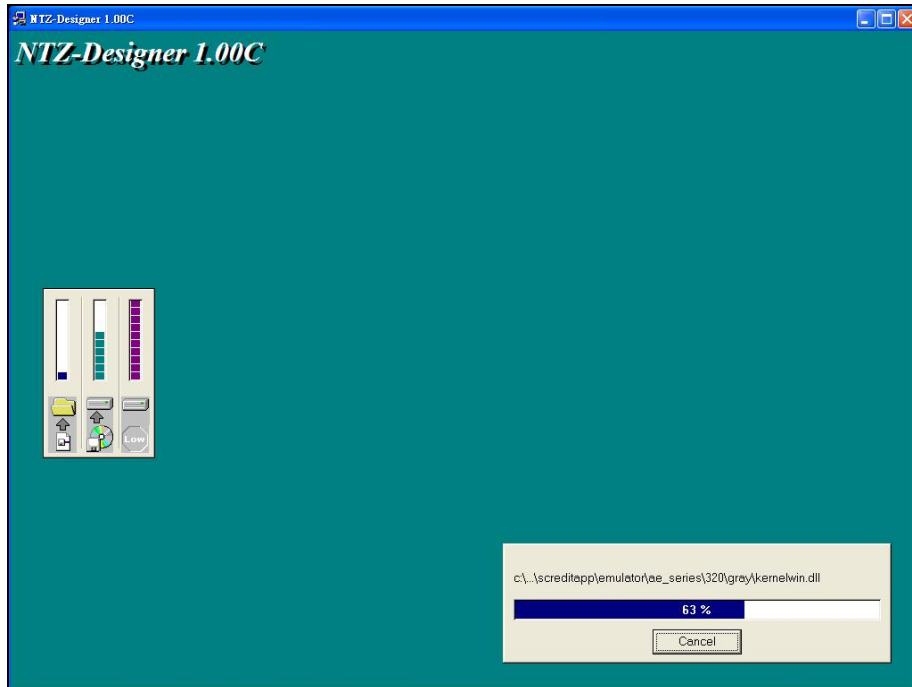
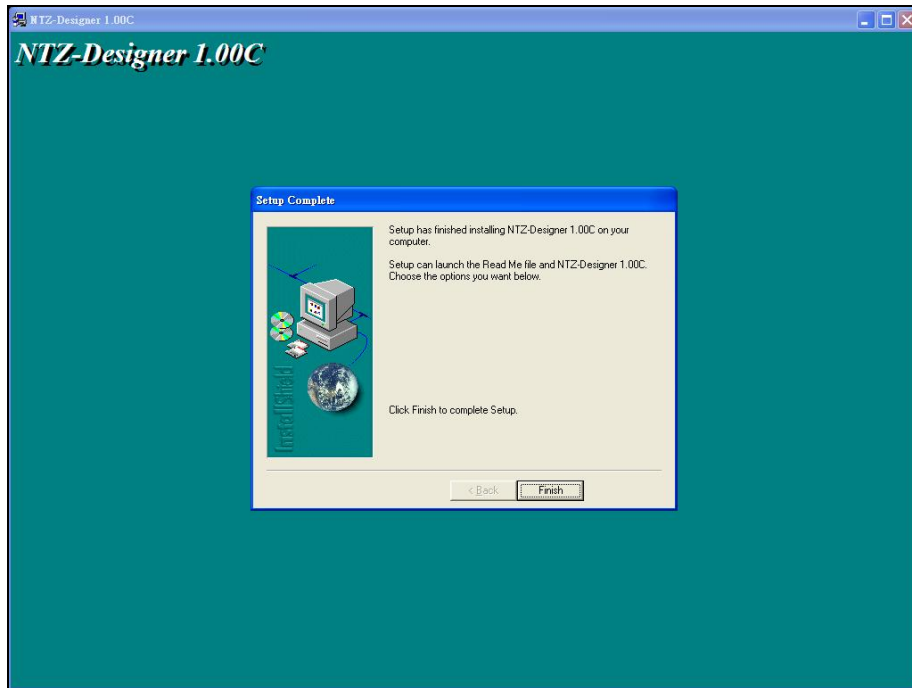

图 2-1-5 NTZ-Designer 安装画面
图 2-1-6 NTZ-Designer 安装完成画面
5. 按下 Next 键后，NTZ-Designer 将自行安装完成（图 2-1-5、图 2-1-6）。